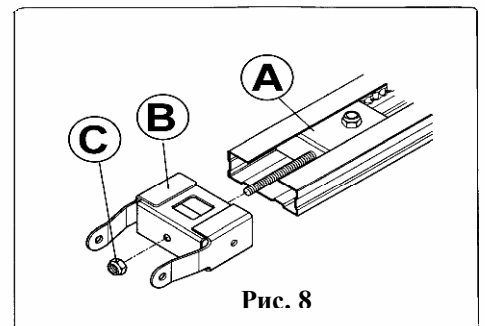
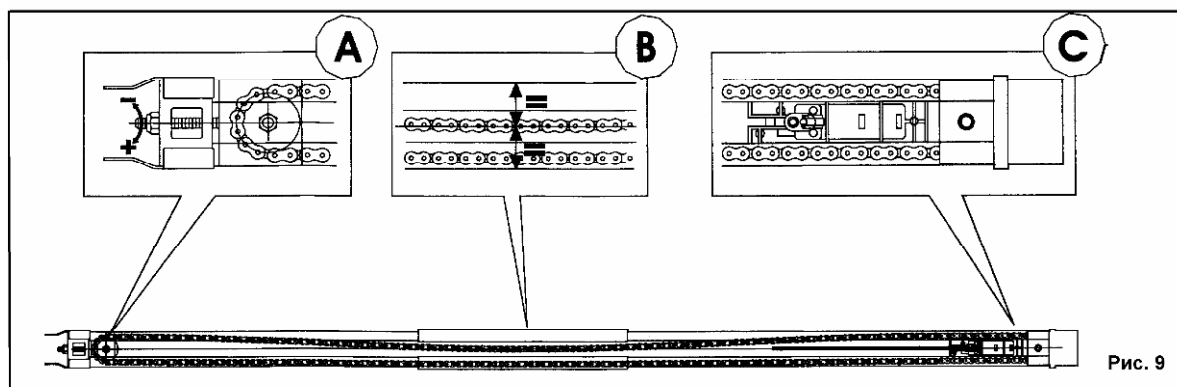

Рис. 8
Рис. 9
передний кронштейн В, закрепите гайку С на передний кронштейне рис. 8;
- Уложите в желоба цепь с кареткой и блоком рис. 9;
- Установите каретку вплотную к редуктору рис.9 С;
- Проверьте натяжение цепи, положив желоб на бок, в соответствии с рис. 9 В контролируя ее прогиб;
- При необходимости измените натяжение цепи гайкой С рис. 8 переднего кронштейна рис. 9 А;